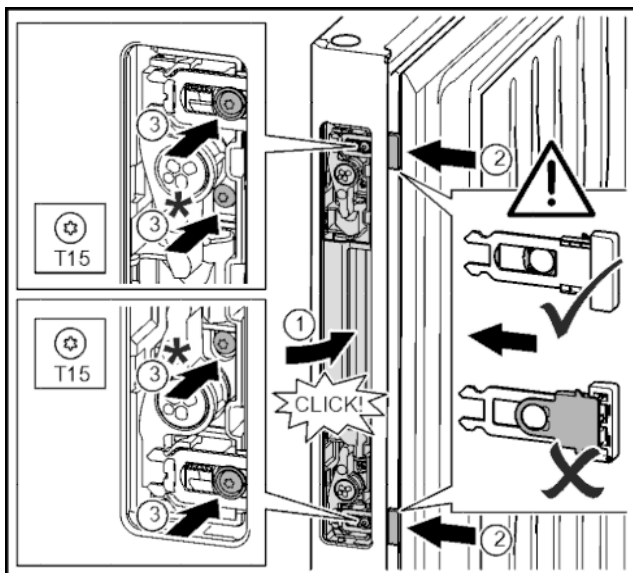

Fig. 34
- ▶ Zaklopte madlo pro otvírání dveří do otvoru na protilehlé straně a zaklapněte. Fig. 34 (1)
- ▶ Posuňte závoru otvírání dveří přes výklenek dokud nezapadne. Fig. 34 (2)
- ▶ Pevně dotáhněte šrouby včetně plastových límců pomocí šroubováku T15. Fig. 34 (3)